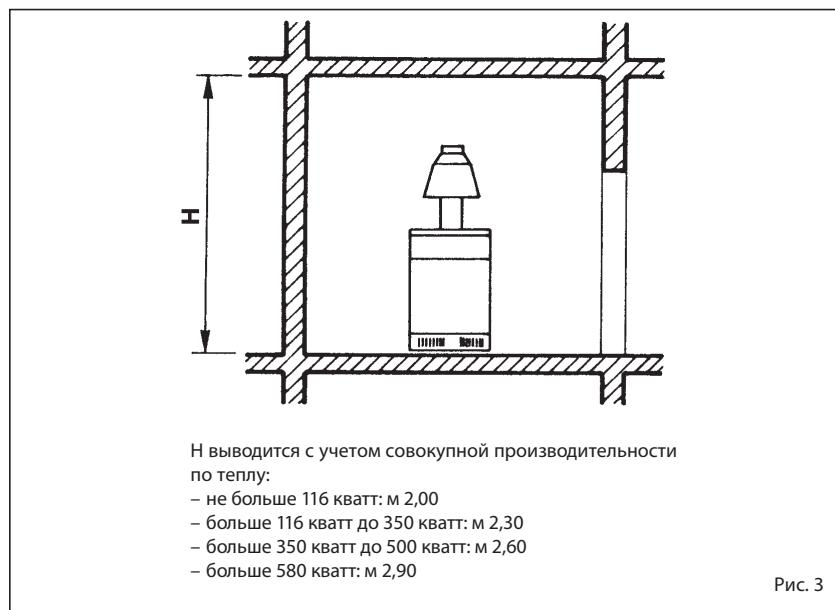

Рис. 3
2.1 ПОМЕЩЕНИЕ КОТЕЛЬНОЙ И ВЕНТИЛЯЦИЯ (Рис. 3)
12/04/96 № 74 "Об утверждении правил техники безопасности для предотвращения пожаров при проектировании, строительстве и эксплуатации термических устройств, работающих на газовом топливе". Высота помещения, где устанавливается котлоагрегат, должна соответствовать размерам, приведенным на рис. 3. Кроме того, для притока воздуха в помещение необходимо сделать во внешних стенах воздуховоды, поверхность которых, рассчитанная в соответствии с п.4.1.2 этого же DM. норматива, ни в коем случае не должна быть меньше 3000 см², а в случае использования газа с плотностью больше 0,8 меньше 5000 см².